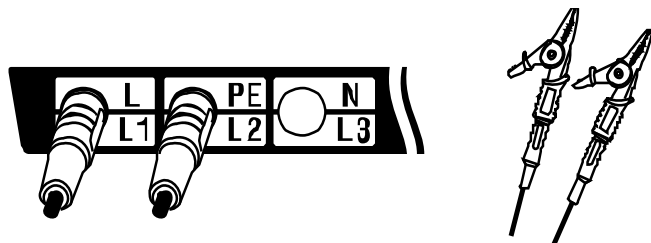

Fig.9-1
2. Connectez les cordons de mesure à l'instrument. (Fig.9-1)